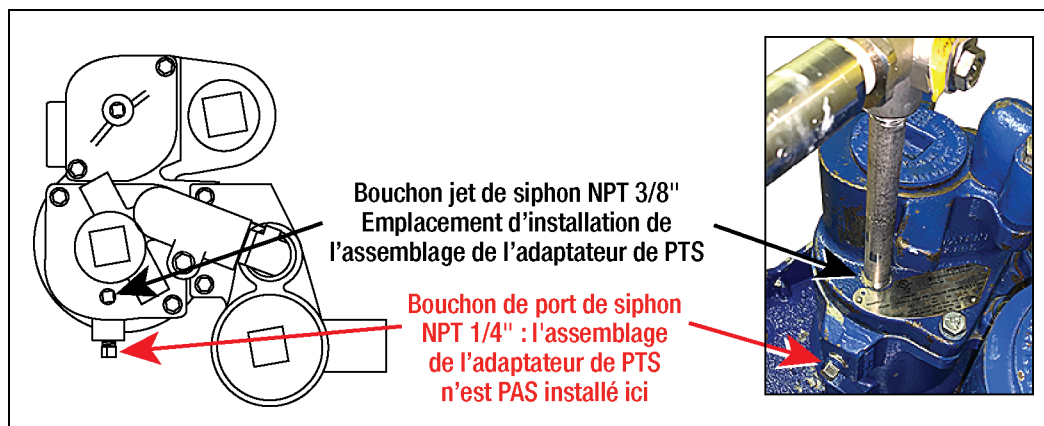

Figure 17. Repérage du port de jet du siphon 3/8" NPT FE Petro
- Retirez le bouchon du port de jet du siphon 3/8" NPT de la PTS (voir Figure 17).